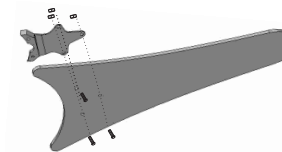

Fig.02
-Fixe o conjunto de garra e pá (já fixados conforme fig. 02) no motor com parafusos (24) e porcas (20). Obs: As garras devem estar fixadas na parte superior do motor, e as pás devem ficar levemente inclinadas para cima, proporcionando assim uma maior área de ventilação.